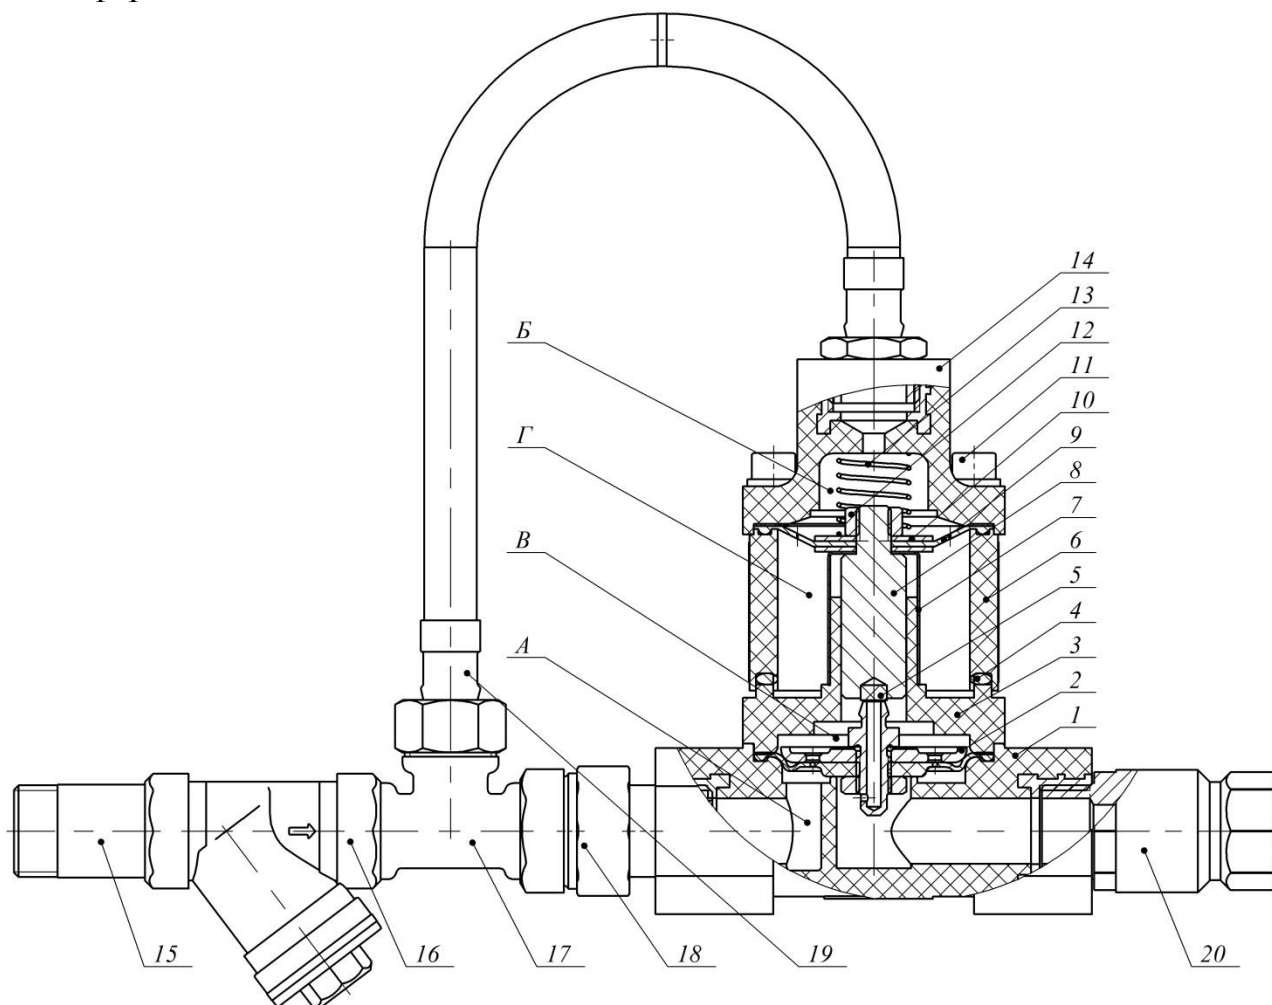

Рисунок 1 - Акселератор
6.1 Подсоединить акселератор к побудительной магистрали узла управления спринклерного воздушного через присоединительный патрубок 15 (рисунок 1).
8.6.2 Снять фильтрующий элемент фильтра 16 (рисунок 1), удалить возможные загрязнения;
8.6.3 Снять крышку акселератора 14 (рисунок 1), удалить возможные загрязнения;